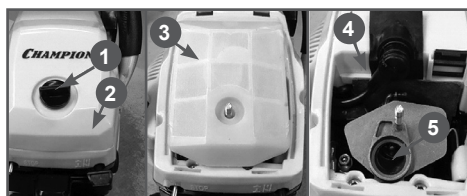

Рис. 19 Обслуживание воздушного фильтра
1. Открутите барашковую гайку 1 и снимите крышку воздушного фильтра 2 (Рис. 19).
2. Снимите фильтрующий элемент 3 (Рис. 19).